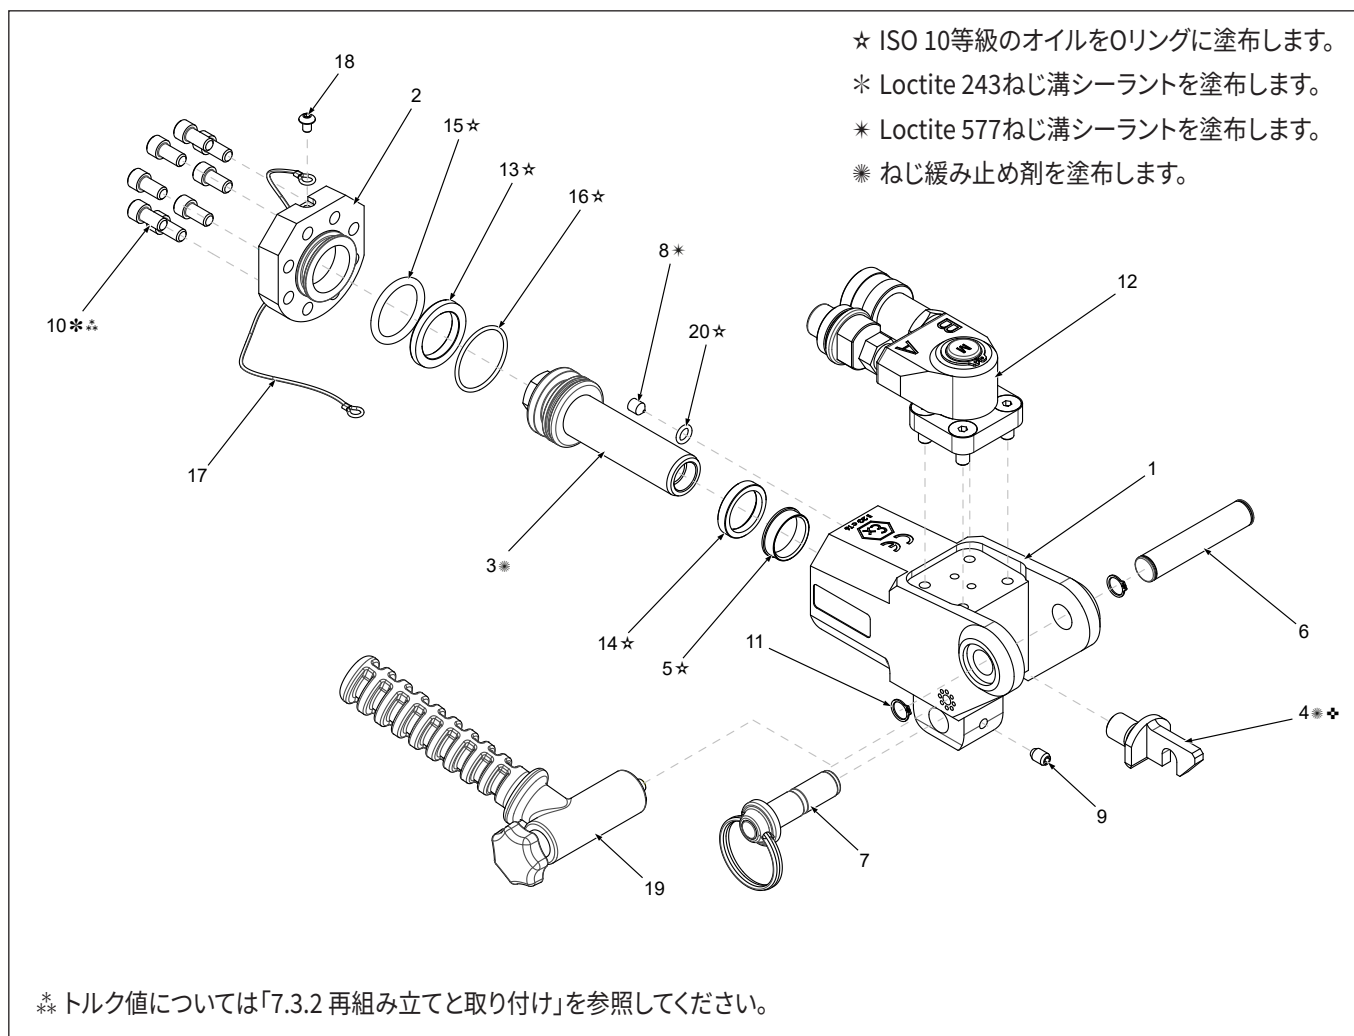
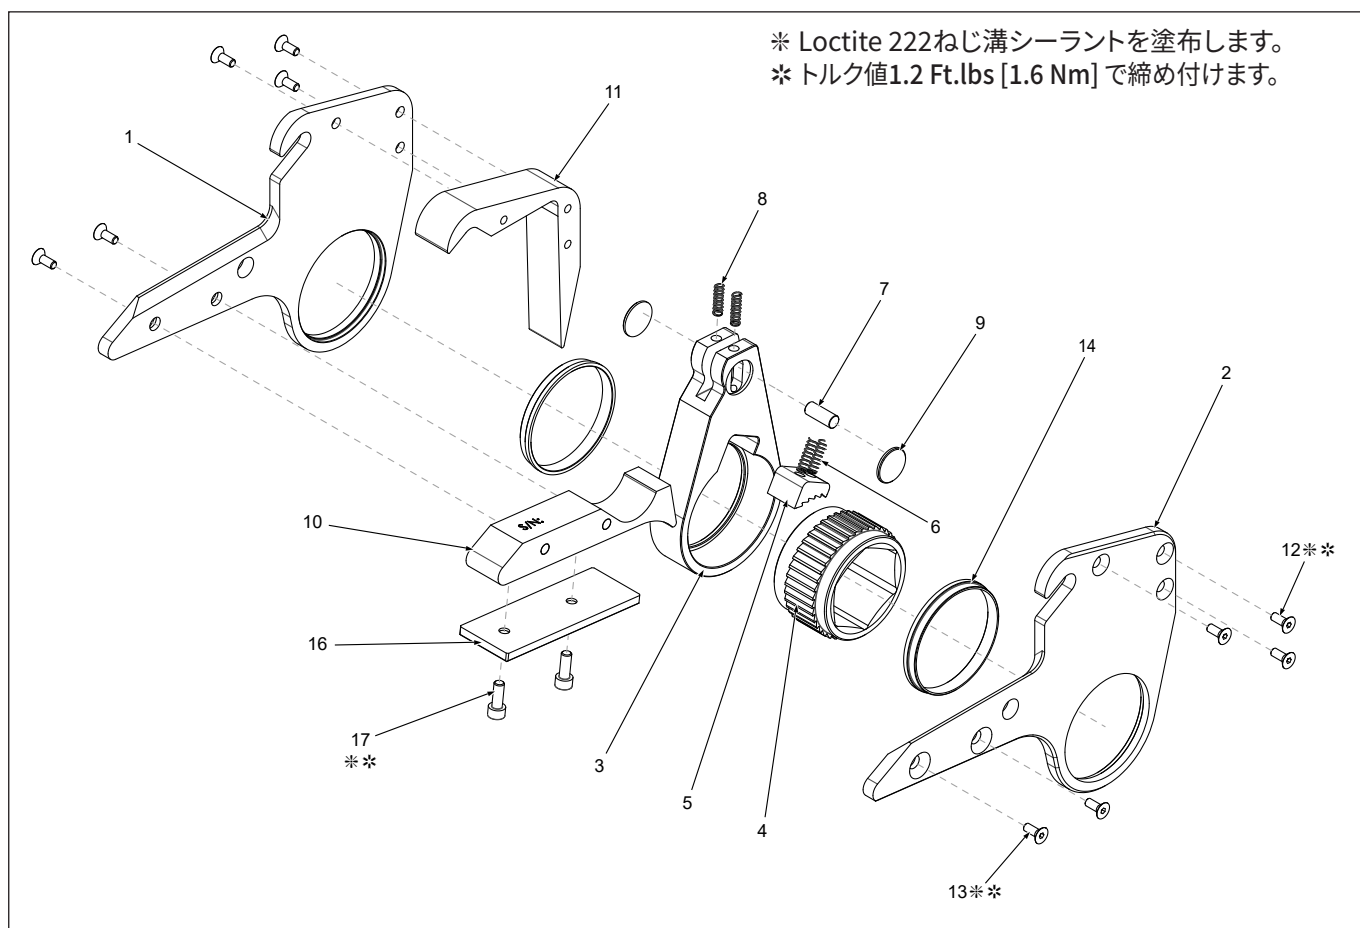

図19: HMTの展開図
図20: HMT HLPカセット展開図
- 新品のOリング(D) をスィベルポスト(E) の溝に取り付けます。
- Oリング(D) にシリコングリースを少量塗布します。次に、スィベルアッセンブリ(B) をスィベルポスト(E) にスライドさせて慎重に入れます。
- サークリップ固定リング(A) を取り付けます。
7.3.2 HMTドライブユニット(図19)
- ドライブユニット本体(1) をしっかりと保持します。下部固定ピン(11) とボールエンドねじ(9) をドライブユニットから抜き、カセットアセンブリをドライブユニットから取り外します。
- ソケットボタンヘッドキャップ(18) をバックキャップ(2) から外し、下部固定ピンのランヤード(17) を取り外します。
- Oリング(11) と固定ピン(6) を取り外します。
- 8本のソケットヘッドキャップ(10) を外し、バックキャップ(2) とバックキャップOリング(15) を取り外します。
- スパナでピストンロッド(3) を回転しないように保持しながら、ロッドエンド(4) を緩めてドライブユニット本体の前面から外します。
- ピストンロッド(3) とシール、Oリングとブッシュ(13、16、14、5) をドライブユニット本体から取り外します。
- グラブねじ(8) とOリング(20) を取り外します。
7.3.3 HMT HLPカセットアセンブリ - 分解と再組み立て(図20、21)
- すべての構成部品を乾燥させます。硫化モリブデンのグリースを、図20に示す場所に薄く塗ります。
注記 ラチェット、ドライブプレート、歯止め、歯止めばね、四角ドライブ、アクセスプラグ、圧縮ばねが、分解の逆の順序で正しく取り付けられていることを確認します。これらの部品が正しく取り付けられていないと、構成部品の損傷に繋がります。図19と図20を参照してください。